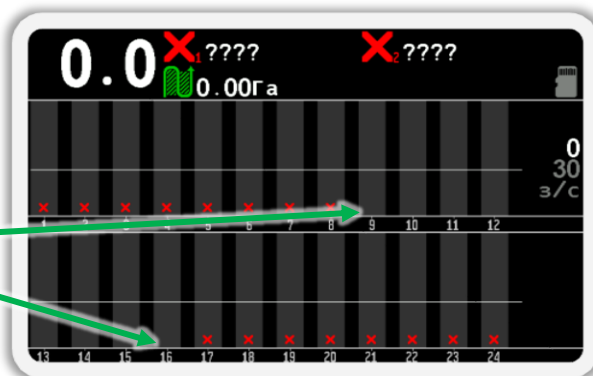

Рисунок 82
- Убедитесь, что настройки концентратора изменились на требуемые. Для этого физически отключите и подключите концентратор к жгуту связи. После этого вернитесь на главный экран (см. Рисунок 82). Для этого сначала выйдите из меню «Сервис», а затем закройте меню главного экрана. (используйте кнопку  «Назад»).